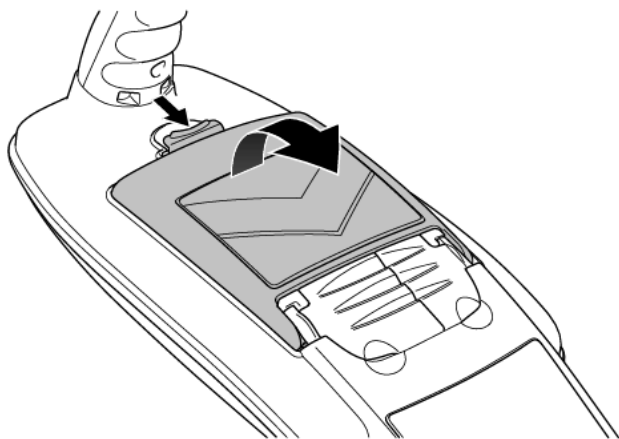

Abbildung 4.1 Öffnen des Batteriefachs
- 1 Entriegeln Sie das Batteriefach (Abbildung 4.1).